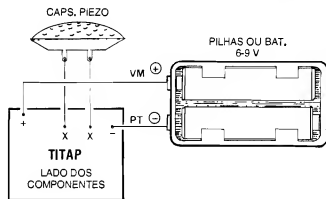

FIG. 5
**- FIG. 5 - CONEXÕES EXTERNAS À PLACA** - Com o Impresso ainda visto pela sua face não cobreada, a figura agora mostra as ligações externas ao Impresso, ou seja: as conexões aos terminais do transdutor piezo (feitas através dos pontos "X-X" da placa...) e as ligações da alimentação, polarizadas, aos pontos "+" e "-"... Quanto às ligações das pilhas ou bateria, lembramos que os fios "naturais" já existentes nos respectivos suportes ou "clip", mantêm o código de cor vermelha para o positivo e cor preta para o negativo...